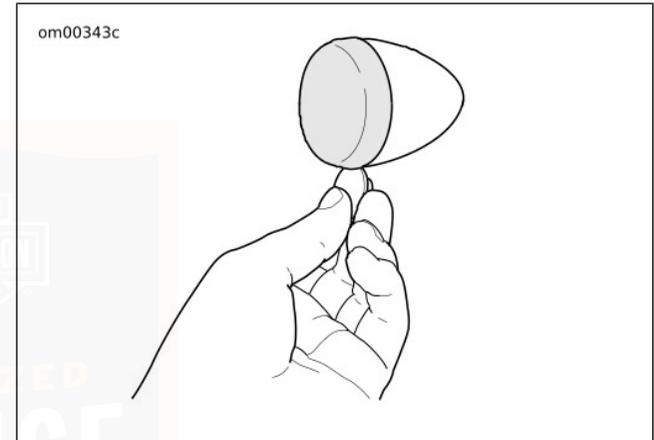

Figura 61. Quite el lente
1. Vea Figura 61. Inserte una moneda o la hoja de un destornillador pequeño en la muesca en la parte inferior de la tapa del lente. Cuidadosamente gire hasta que la tapa del lente salga de la caja de la luz.